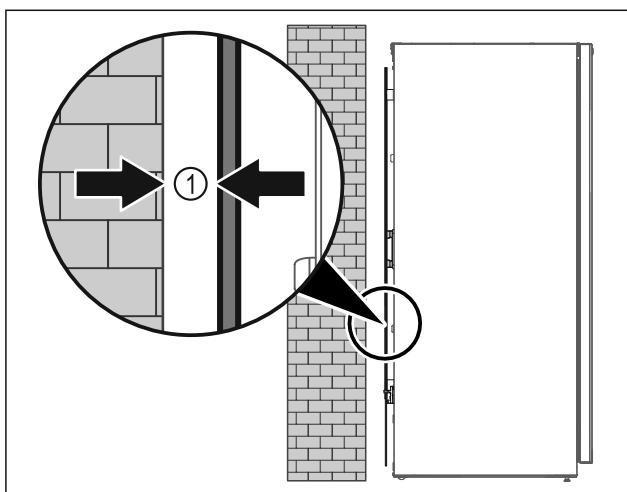

Fig. 8
- Установите устройство или свободно в помещении или прямо к стене на расстоянии 5 мм Fig. 8 (1).